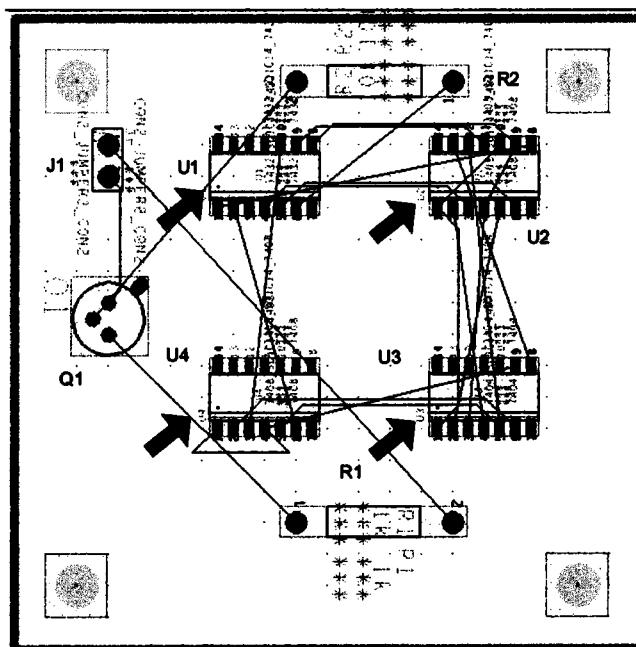

Рис. 21.22. Плата с размещеными компонентами
6. Повторите шаги 2–5, пока все компоненты, доступные в диалоговом окне Placement, не будут размещены в окне дизайна, как показано на рис. 21.22. Обратим ваше внимание на то, что показанное расположение компонентов на плате будет соответствовать итоговому виду разводки. Рекомендуем вам выполнить такое же расположение с учетом положения первых выводов, обозначенное точками на корпусах и показанное стрелками на рис. 21.22.